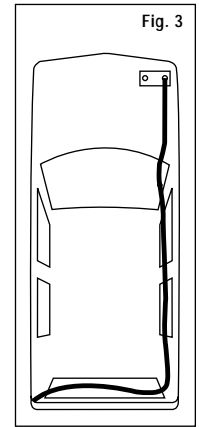

Fig. 3
7. Beginning from the front of the vehicle, route the 12 ga. wire rearward along the frame rail avoiding any hot pipes, heat shields, the fuel tank or any other points that may pinch or break the wire (Fig. 3).
7. Commenant de l'avant du véhicule, acheminez le fil de calibre 12 vers l'arrière le long du longeron. Évitez des tuyaux chauds, des écrans pare-chaleur, le réservoir à essence, ou d'autre point qui pourrait coincer ou briser le fil (Fig. 3).
7. Comenzando desde el frente del vehículo, encamine el cable #12 hacia la parte trasera del vehículo y a lo largo de los largueros de la estructura, evite el contacto con tubos calientes, protectores de calor, el tanque de gasolina, o cualquier otro punto que pueda apretar o romper el cable (Fig. 3).